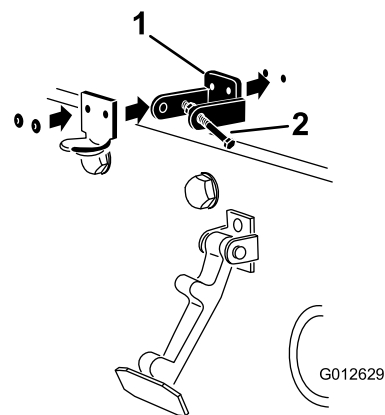

Figura 13
**Nota:** La staffa di bloccaggio deve essere contro il cofano (Figura 13). Non togliete il gruppo bullone e dado dal braccio della staffa di bloccaggio.
5. Rivettate le staffe e le rondelle al cofano (Figura 13).